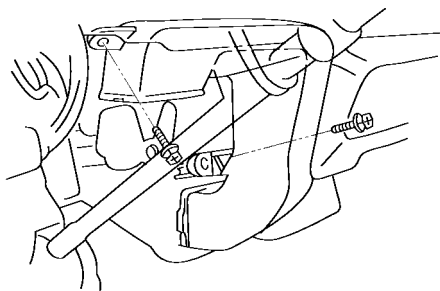

图 15-28 拆下 3 号加热器管道
- (4) 拆下 3 号加热器管道。拆下两个螺钉和 3 号加热器管道，如图 15-28 所示。